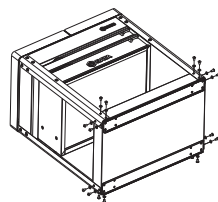

图 2
2. 将托盘倒置, 将下托盘依次用立柱螺栓安装在 4 个立柱上 (图 2)